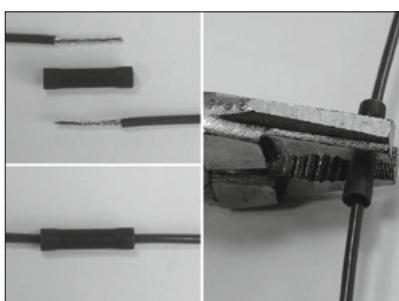

Abb. 5/Fig. 5/Puc. 5/§5
- Si les câbles de raccordement entre la pompe à carburant et le couvercle à bride sont trop courts, ne possèdent pas le raccord adapté ou si le kit de pièces de rechange fourni ne contient aucun câble de raccordement : il est possible de fabriquer un câble de raccordement adapté avec l'ancien câble et les raccords de serrage joints (voir fig. 5).